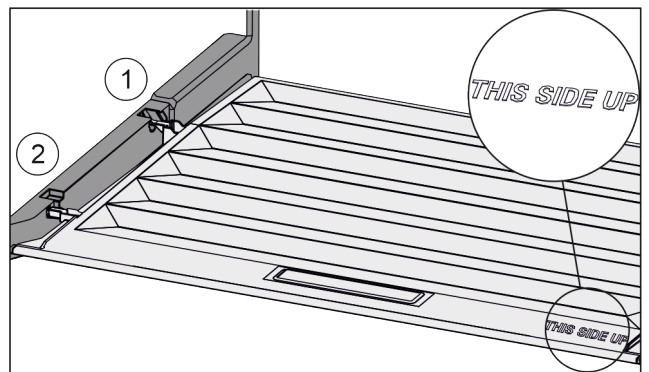

Fig. 41
- ▶ Dekselranden via de opening van de achterste houder Fig. 41 (1) aanbrengen en van voren in de houder Fig. 41 (2) klikken.